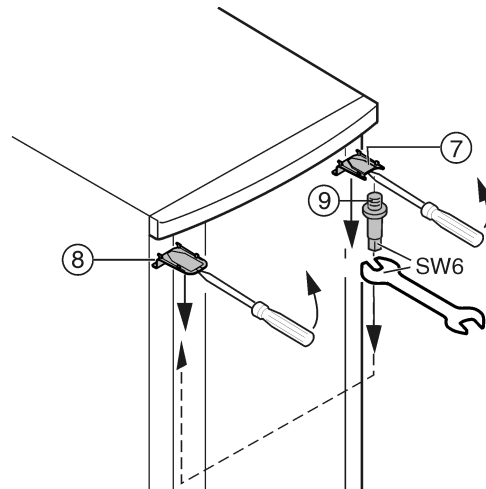

Fig. 7
- ▶ За допомогою викрутки зверху зніміть з фіксатора кришку Fig. 7 (7) та кришку Fig. 7 (8) і зніміть їх під кутом донизу.
- ▶ Викрутіть гвинти Fig. 7 (9) і закрутіть їх з протилежного боку (з моментом 4 Нм).
- ▶ Знову встановіть кришку Fig. 7 (7) на боці гвинта: вставте ззаду і зафіксуйте спереду.
- ▶ Встановлення кришки Fig. 7 (8) на протилежному боці: вставте ззаду і зафіксуйте спереду.
- ▶ Підвісьте верхню частину дверцят на гвинт Fig. 7 (9).